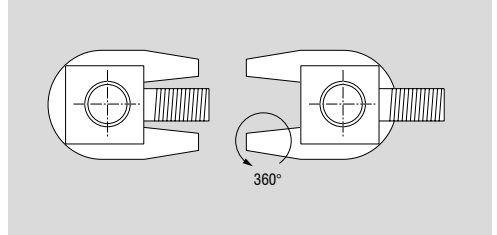

Abb. 5.2 Die Fußklaue ist 360° drehbar.
- Die Fußklaue ist 360° drehbar. Durch Drehen der Klaue bzw. der Bodenplatte um 360° ist ein optimales Ansetzen des Hebers gewährleistet (Abb. 5.2).